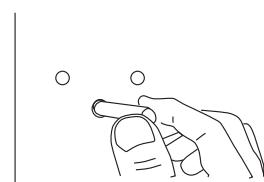

Рис. 2
- Вставьте пластиковые анкера (дюбели) в отверстия (рис. 2).